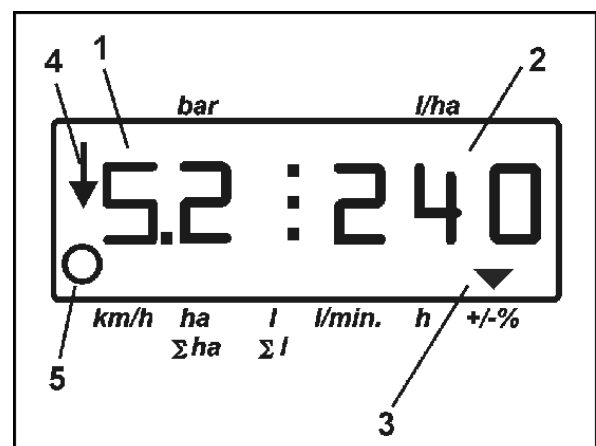

Fig. 13
- Under sprøytingen vises arbeidsdisplayet. Fig. 13/...
- Sprøytetrykk (1)
- Momentan sprøytemengde (2)
- Maskin i arbeidsstilling (4)
- Maskinen tilbakelegger distanse (5)